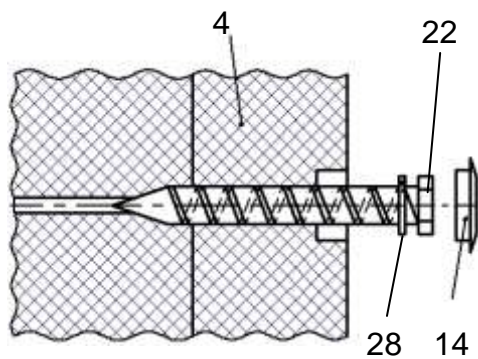

рисунок 5
- 4.2.7.1 В отверстия с саморезами, установленными в процессе сборки, вставьте заглушки (№14) (рисунок 5).